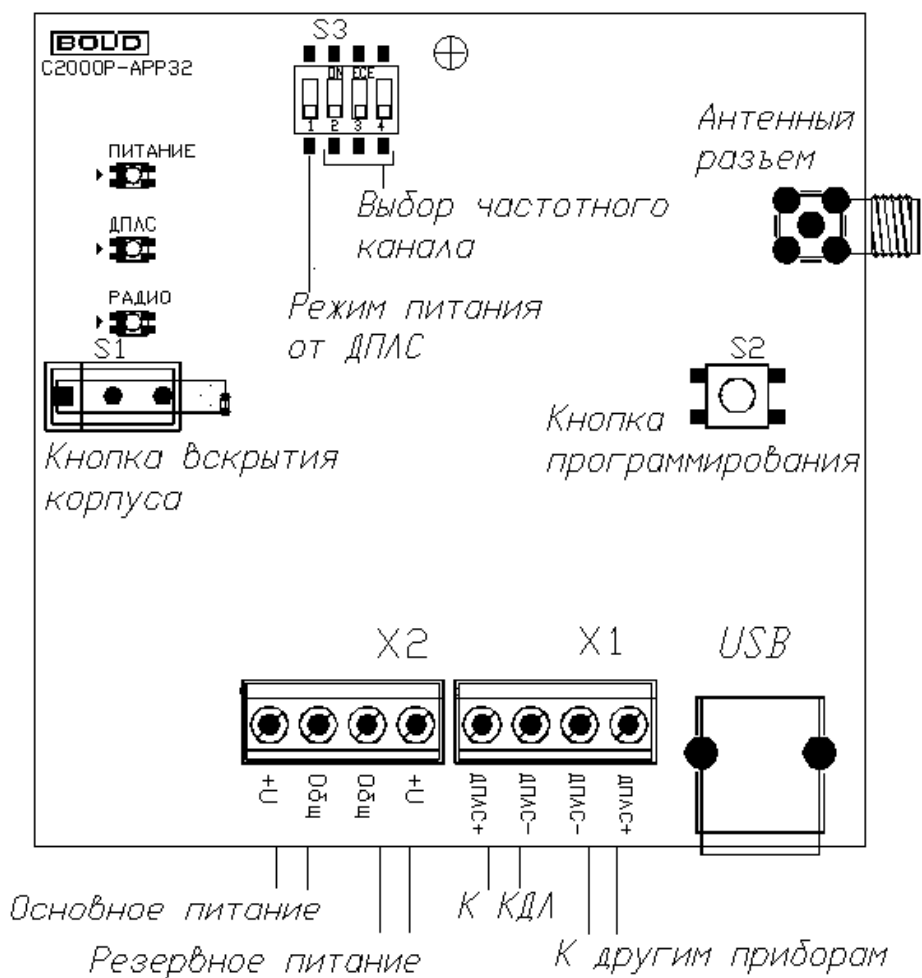

Рисунок 4.1 «С2000Р-APP32»
Существует два режима питания АРР32, выбор режима осуществляется посредством переключателя S3.1 (см. Рисунок 4.1):
В режиме питания от внешних источников, подключаемых к клеммам X2 (см. Рисунок 4.1), при штатной работе системы отсутствует потребление из сети ДПЛС. В данном режиме АРР32 контролирует напряжение внешних источников питания, которое должно находиться в диапазоне от 9 до 28 В.
АРР32 имеет три двухцветных светодиодных индикатора (см. Рисунок 4.1):
2. Подключите антенну, входящую в состав прибора, к антенному РЧ разъему на плате (см. Рисунок 4.1);
Выбор РЧ канала осуществляется посредством переключателей S3.2—S3.4 (см. Рисунок 4.1). После выбора канала, APP32 и все подключённые к нему РУ переходят на выбранный канал в течение 90 с.